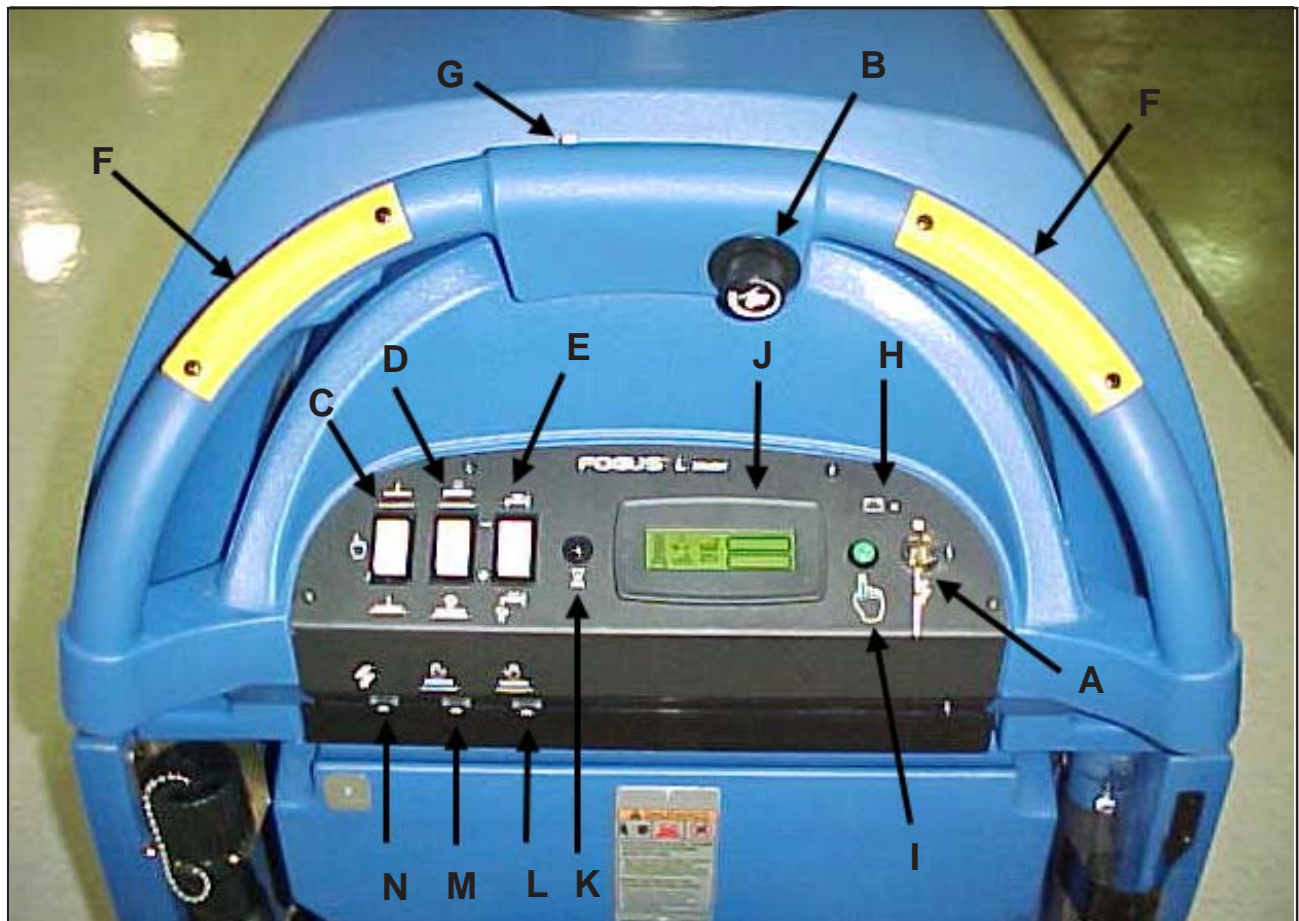

Figura 2
### **Interruptor de llave** (consulte la figura 2, elemento "A")
### **Velocidad de desplazamiento** (consulte la figura 2, elemento "B")
### **Interruptor de escobilla de goma Arriba/Abajo** (consulte la figura 2, elemento "C")
### **Interruptor de cepillo Arriba/Abajo** (consulte la figura 2, elemento "D")
### **Perilla de control de solución** (consulte la figura 2, elemento "E")
### **Interruptor de movimiento hacia adelante** (consulte la figura 2, elemento "F")
### **Interruptor de movimiento en reversa** (consulte la figura 2, elemento "G")
### **Luz indicadora del cargador** (consulte la figura 2, elemento "H")
### **Pulsación única** (consulte la figura 2, elemento "I")
### **Pantalla de cristal líquido** (consulte la figura 2, elemento "J")
### **Botón de visualización** (consulte la figura 2, elemento "K")
**Disyuntores** (consulte la figura 2, elementos "L", "M" y "N")